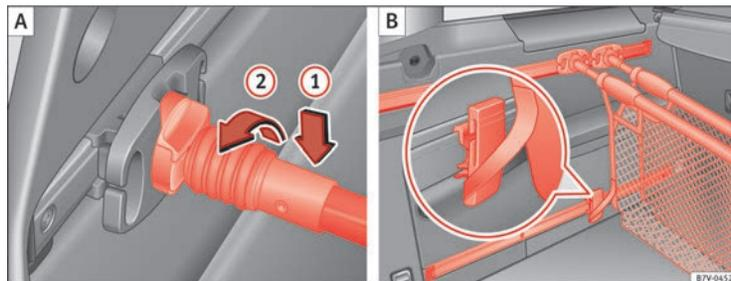

Fig. 97 Accrochez le filet à bagages ① et utilisez-le comme un sac ②.
Placez par le haut la barre de fixation sur le support pour filet à bagages ⇒ fig. 97 ① et tournez-la de 90° vers la gauche ②. La marque rouge de la barre de fixation ne devra pas être visible ⇒ ⚠.